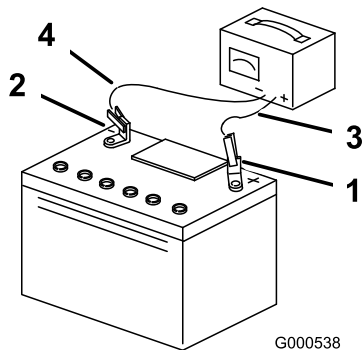

Figura 33
3. Quando la batteria è completamente carica, staccate il caricabatterie dalla presa elettrica e scollegate i cavi di ricarica dai poli della batteria (Figura 33).